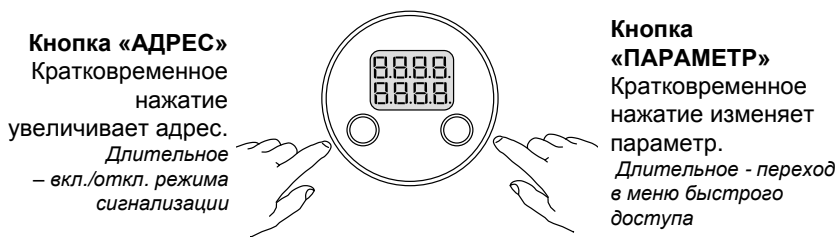

Рисунок 6
3.6.3.2 Управление работой сигнализатора осуществляется кнопками «АДРЕС» и «ПАРАМЕТР» (рисунок 6).